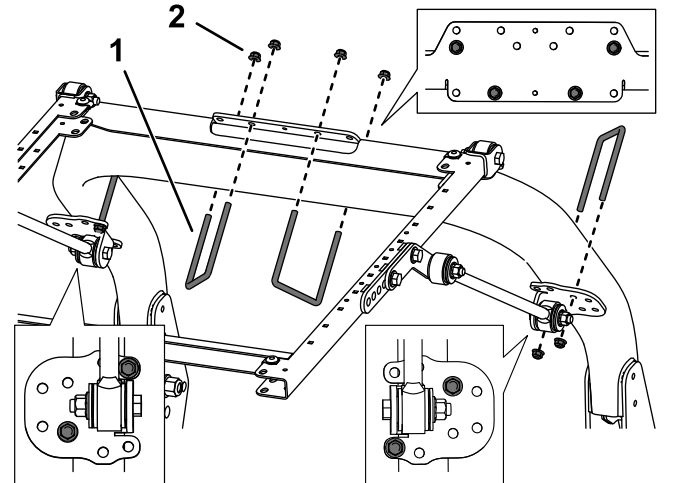

Figure 39
8. Utilisez les trous indiqués à la Figure 39 pour fixer légèrement chacun des supports de renfort aux montants de l'arceau de sécurité à l'aide d'un étrier fileté (3 1/2" x 5") et de 2 écrous à embase.